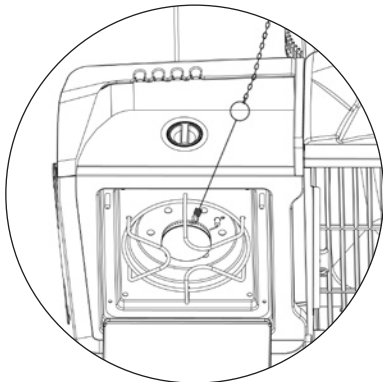

Figura 8
8. En caso de que el encendedor no encienda el quemador, use una cerilla encendida colocada en la vara de encendido que se acompaña para encender los quemadores manualmente. Acerque la llama de la cerilla al lado del quemador (vea Figura 8).